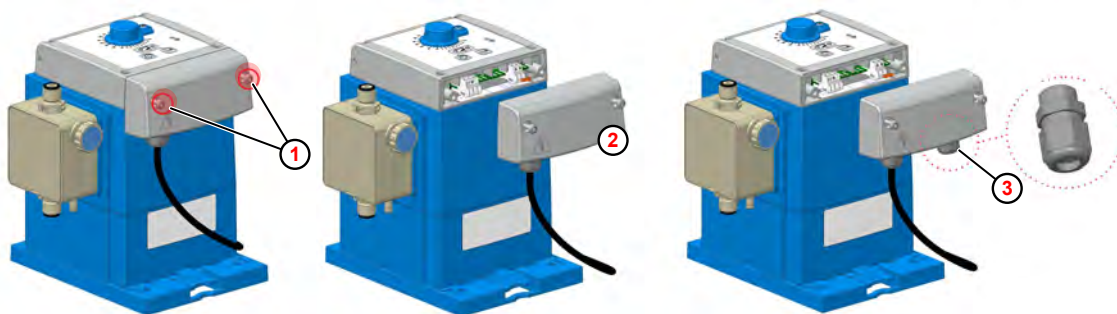

Fig. 11: Instalación eléctrica «EcoPro»
- ① Tornillo de la carcasa
- ② Tapa del compartimento de terminales
- ③ Racor atornillado para cables
1. Aflojar los dos tornillos de la carcasa (Fig. 11 , ①). Los tornillos están asegurados para que no caigan hacia fuera.
2. Quitar la tapa del compartimento de terminales ② .
3. Para conectar la señal de activación externa, instale el racor atornillado para cables M12x1,5 del paquete adicional de la bomba en la ubicación correspondiente ③ .